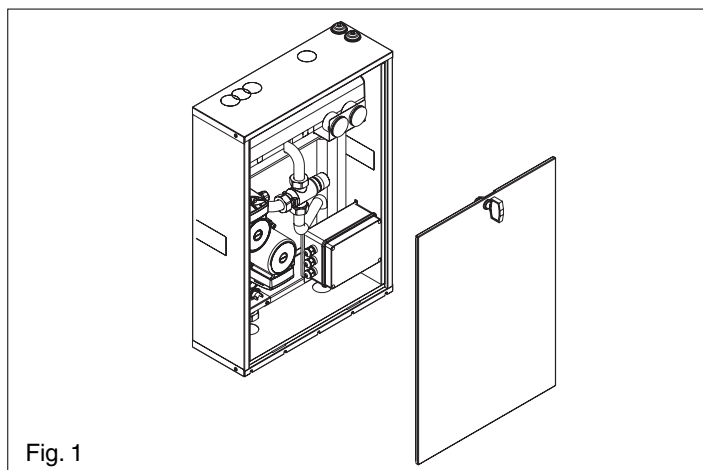

Fig. 1
- togliere il pannello lamierato anteriore del System AT/BT (fig. 1).